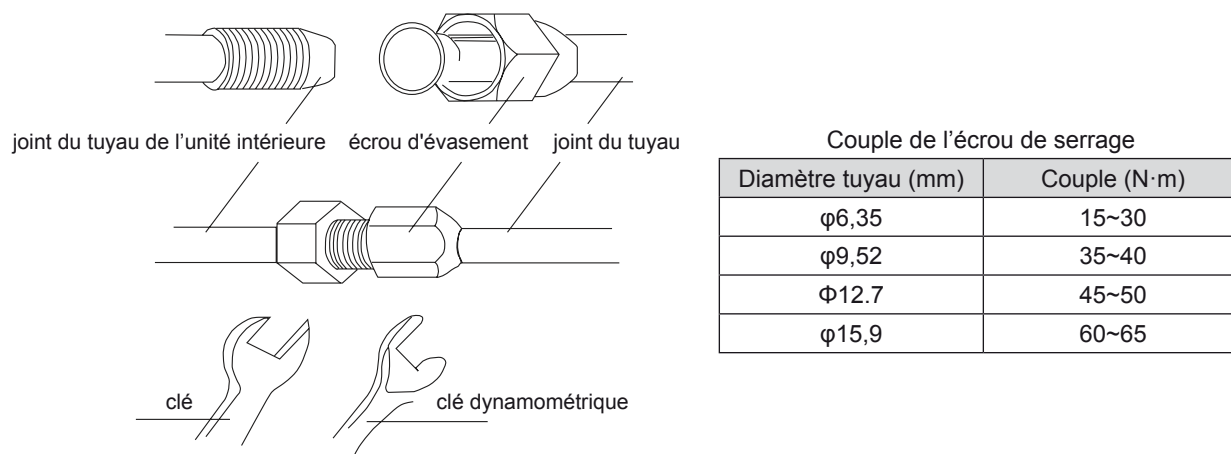

Fig.4.2
- (1) Placer le raccord fileté au centre de l'embout d'évasement du tuyau en cuivre et serrer manuellement comme indiqué sur la fig 4.2.
- (2) Serrer l'écrou d'évasement à l'aide d'une clé dynamométrique jusqu'à ce que la clé émette un clic.